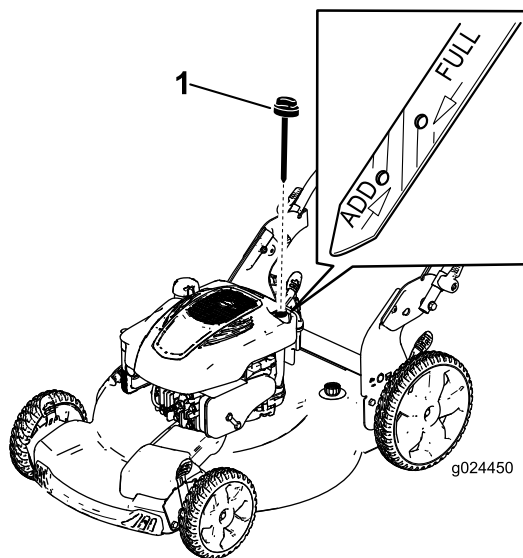

Figure 11
2. Retirez la jauge (Figure 11).
5. Observez le niveau d'huile indiqué par la jauge (Figure 11).